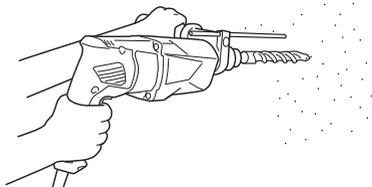

图 7
(2) 将钻头尖端放在钻孔位置，然后拉动触发开关。(图 7)
(3) 使用锤钻进行作业时，不需要用力推压。只要稍加按压，让钻碎的粉尘徐徐排即可。
钻头碰到建筑物的钢筋时会立即停止转动。但锤钻又将随即转动(如图 7)，因此，必需握紧侧柄和操作柄。